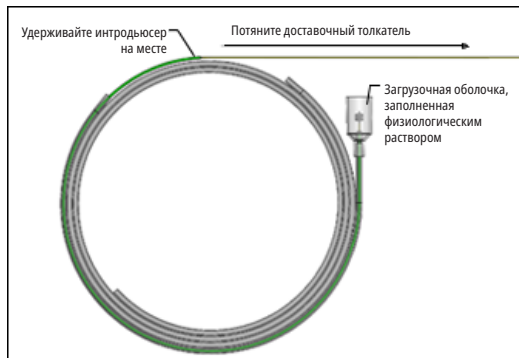

Рисунок 5. Потяните доставочный толкатель в проксимальном направлении, чтобы втянуть имплантат
- Удерживая одной рукой зеленый интродьюсер, возьмитесь за доставочный толкатель и осторожно потяните в проксимальном направлении, чтобы начать втягивать имплантат, см. рисунок 5.